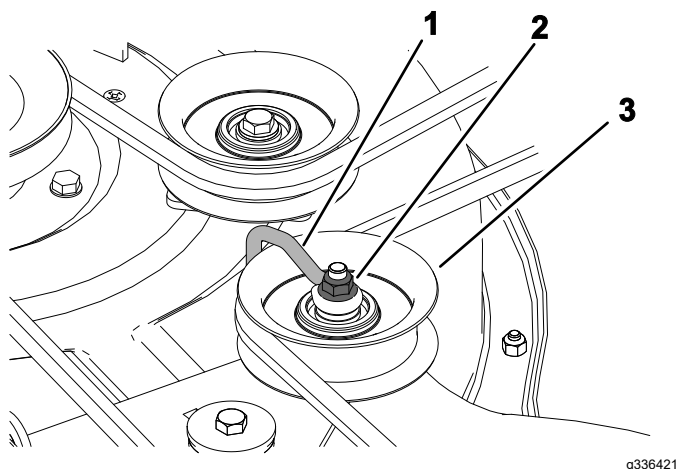

Figure 49
2. Vis (3)
5. Desserrez l'écrou qui fixe le fil métallique à la poulie de tension (Figure 49).
- Remarque:** Positionnez le fil métallique contre le bras de la poulie de tension, comme montré à la Figure 49.